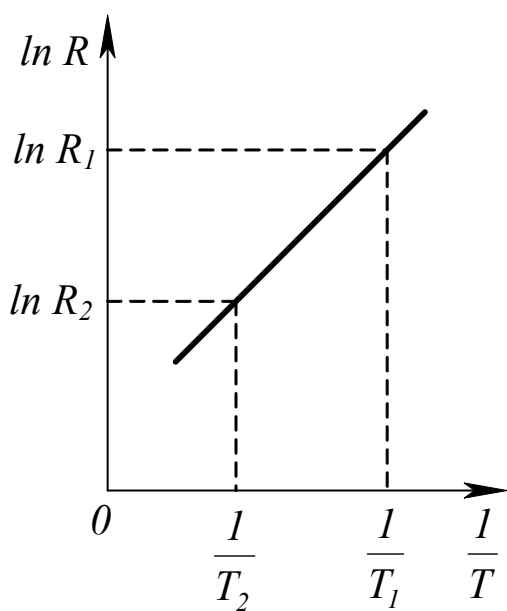

Рис. 1
З (4) випливає, що залежність $\ln R \left(\frac{1}{T} \right)$ – лінійна. Нанесемо експериментальні точки на діаграму, по вертикалі якої відкладемо $\ln R$, а по горизонталі – $\frac{1}{T}$. Лінеаризуючи точки методом найменших квадратів (або хоча б "на око"), одержимо графік, подібний наведеному на рис. 1. Вибравши на прямій дві зручні точки, знайдемо за графіком дві пари значень $\ln R$ та $\frac{1}{T}$. Для цих двох точок рівняння (4) має вид: